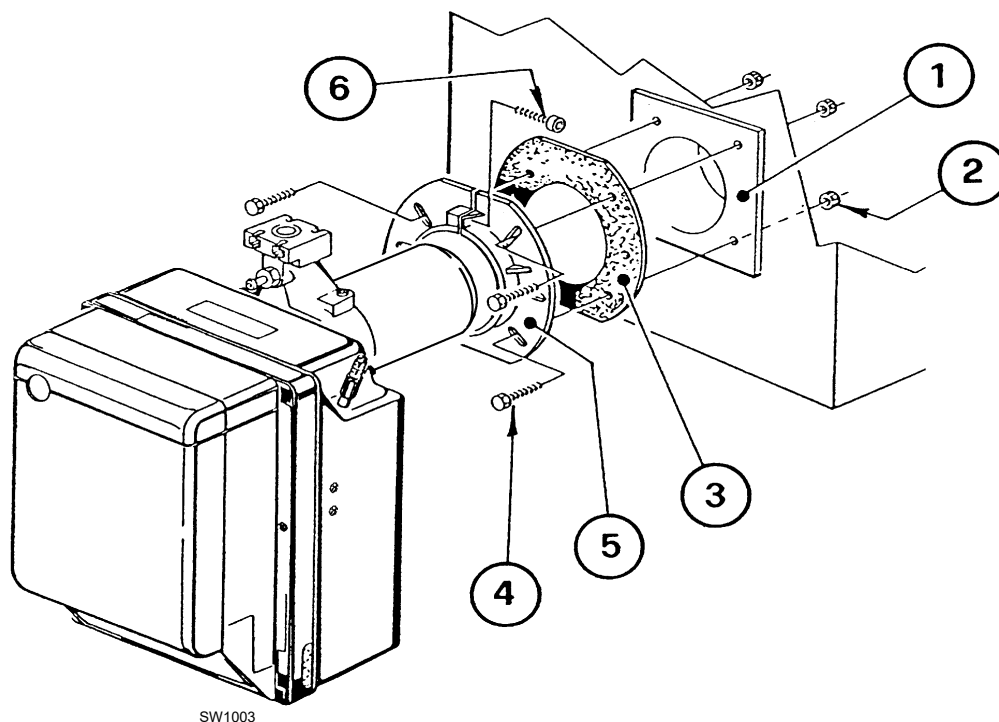

Fig. 10
- Fije la brida 5) en la puerta de caldera 1)(Fig. 10) interponiendo la junta aislante 3) con los cuatro tornillos 4) y (si es necesario) las tuercas 2) sin apretar uno de los dos tornillos superiores 4).